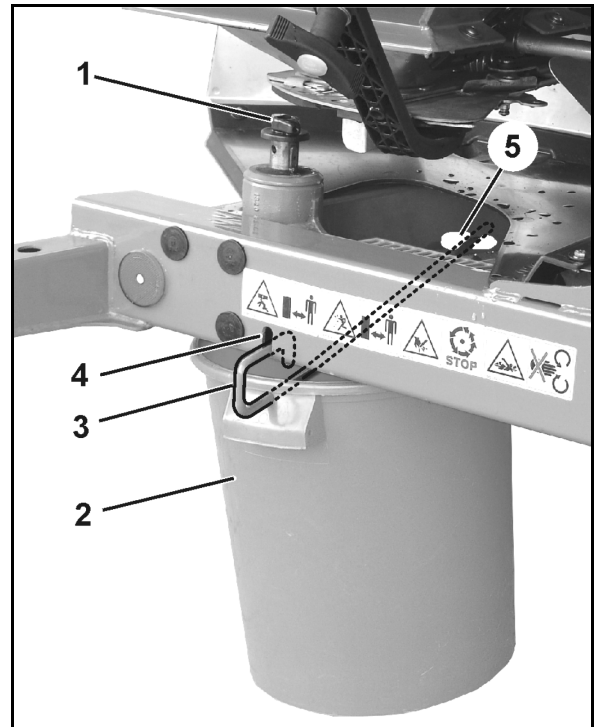

图 60
2. 拧开翼型螺母（图 60/2）。
3. 在刻度尺（图 60/3）上查找所需的滑门位置。
4. 将操纵杆指针（图 60/5）的读取边（图 60/4）调至对应的刻度值。
5. 重新拧紧翼型螺母（图 60/2）。